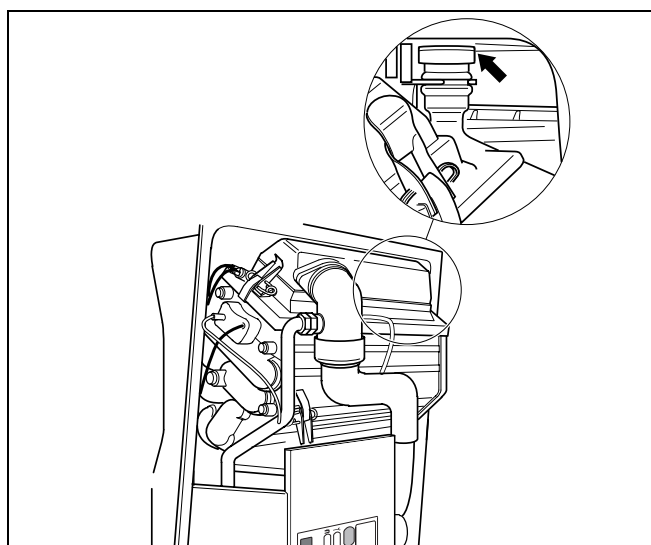

Fig. 42 Capacul etanș al bypass-ului apei de condens
- Control vizual, dacă este disponibil capacul etanș alb de pe bypass-ul apei de condensare (fig. 42).